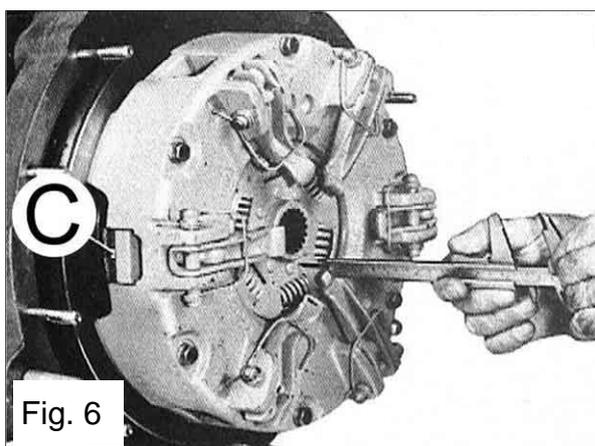

Fig. 6
- allentare i controdadi ed agire sui dadi **C** (fig. 6) fino ad ottenere la quota prescritta;